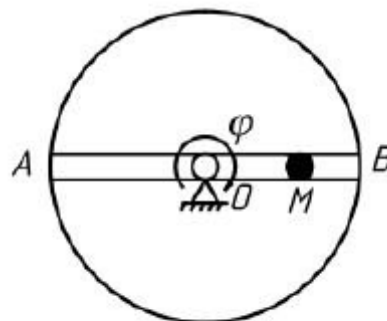

Рис. 2.3
3. Диск вращается вокруг оси, перпендикулярной к плоскости диска и проходящей через его центр, по закону  $\varphi=t^2$ . По пазу, вдоль диаметра  $AB$  движется ползун  $M$  по закону  $s=OM=50\sqrt{2} \sin 2t$  ( $s$  – в см,  $t$  – в сек) (рис. 2.3). В момент  $t = \pi/8$  сек определить: 1) абсолютную скорость ползуна; 2) его абсолютное ускорение.